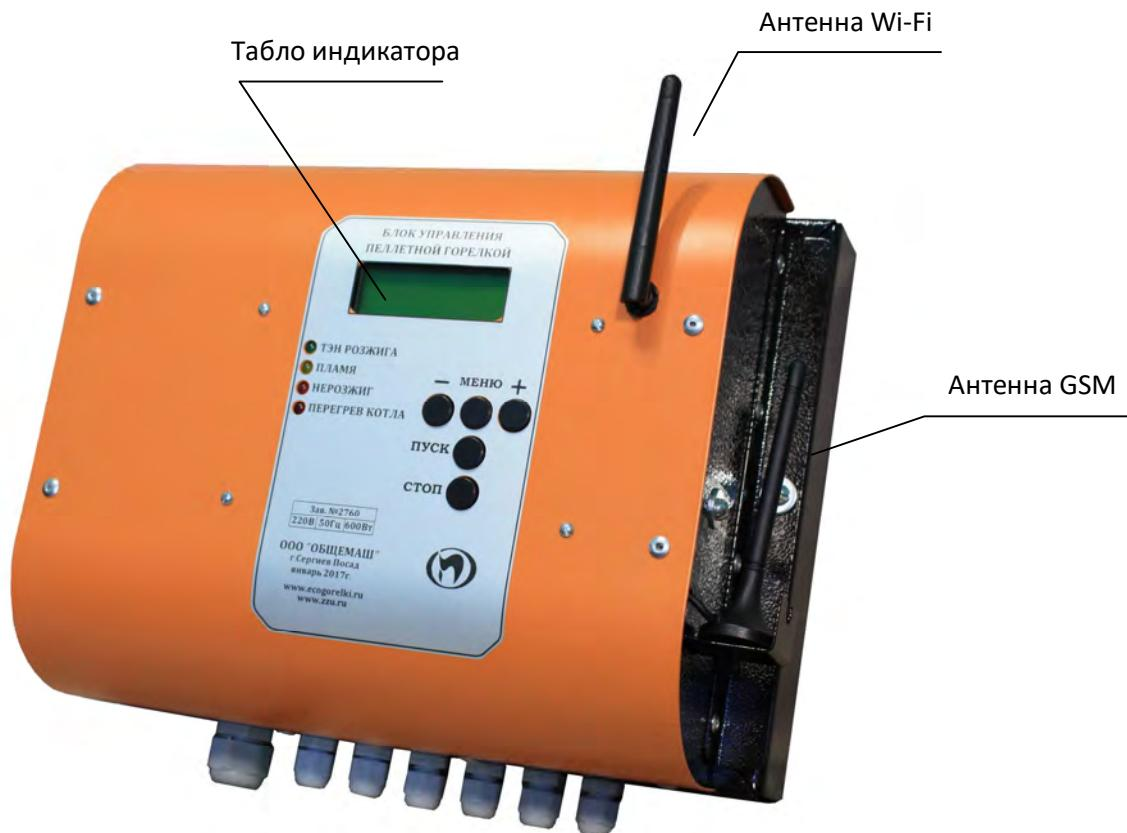

Рис.6.1. Внешний вид.
6.2. Элементы управления и индикации представлены на Рис.6.1.